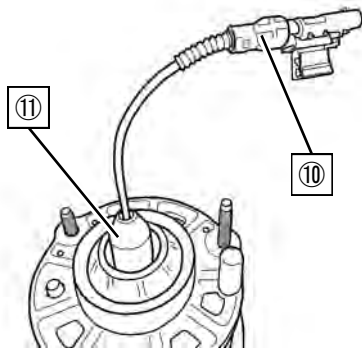

図4-3
4. ⑪ラバーキャップを取付けてください。（図4-3）
6. ⑩コネクタカバーを取付けてください。（図4-3）